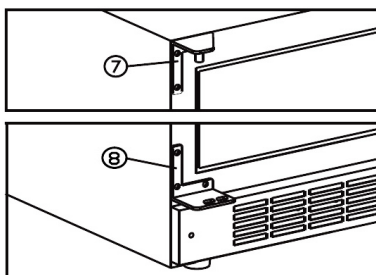

fig. 8.4
- Montez les charnières supérieure et inférieure gauches (7 + 8) fournies. Voir fig. 8.4.
- Remontez l'axe de porte précédemment démonté (3) dans la charnière inférieure.
- Montez la porte dans la charnière supérieure vers (7) l'axe de porte (3), serrez l'axe de porte (1).